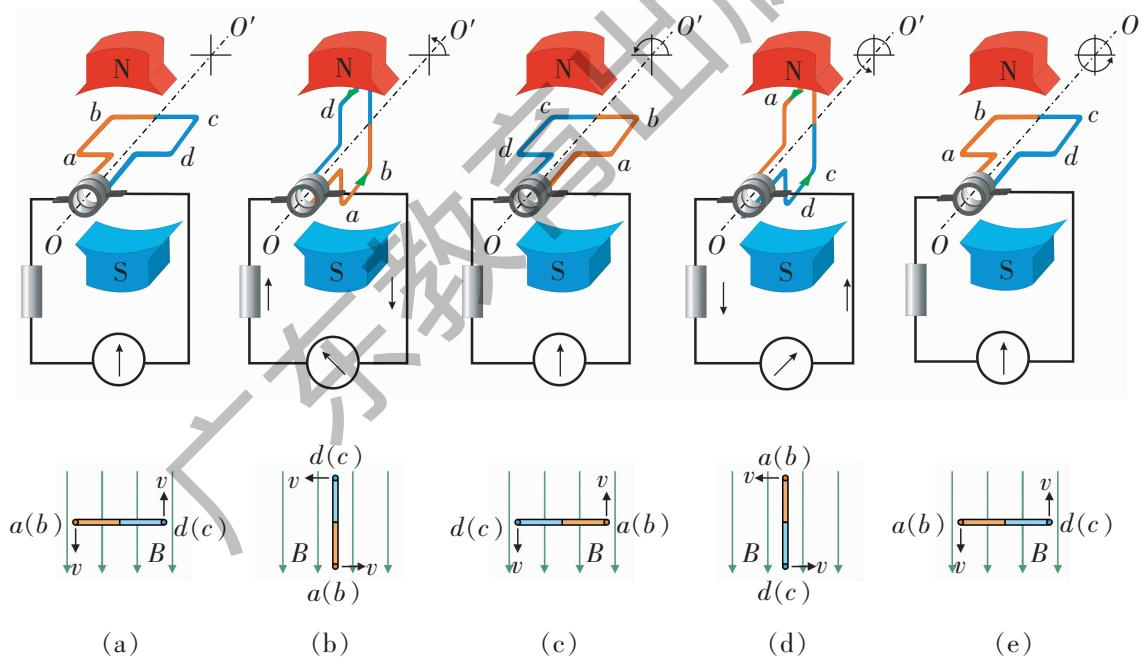
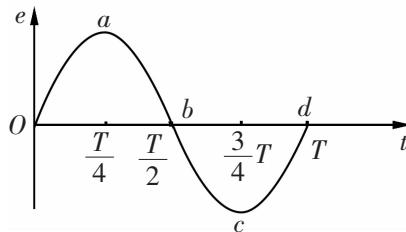

图 2-1-6
图 2-2-4
现在我们用图 2-1-6 来说明交变电流的产生过程。我们取线圈在匀强磁场中匀速转动一周的过程中的几个特殊位置进行分析。
在图 2-1-6 中，设线圈沿逆时针方向转动， OO' 是转动轴。当线圈转到图 (a) 的位置时，线圈平面跟磁感线垂直。这时 ab 边和 cd 边的速度方向跟磁感线平行，不切割磁感线，所以线圈中不产生感应电动势，当然没有感应电流。我们把线圈所处的这个位置叫做中性面。
1. 如图 2-2-4 所示是电动势随时间变化图象，图中 Oa 、 ab 、 bc 、 cd 分别对应图 2-1-6 中的哪一个过程？
2. 在图 2-1-6 所示的交流发电机中，如果线圈不是从中性面开始转动，而是与中性面有一夹角 φ ，感应电动势瞬时值的表达式将是怎样？图象又是怎样？
交变电流与其他周期性运动一样，是用周期和频率来表示变化快慢的。从图 2-1-6 可知，线圈转动一周，电动势、电流均按正弦规律完成一个周期的变化。交变电流完成一次周期性变化的时间称为交变电流的 **周期**，通常用 T 表示，单位是 s。